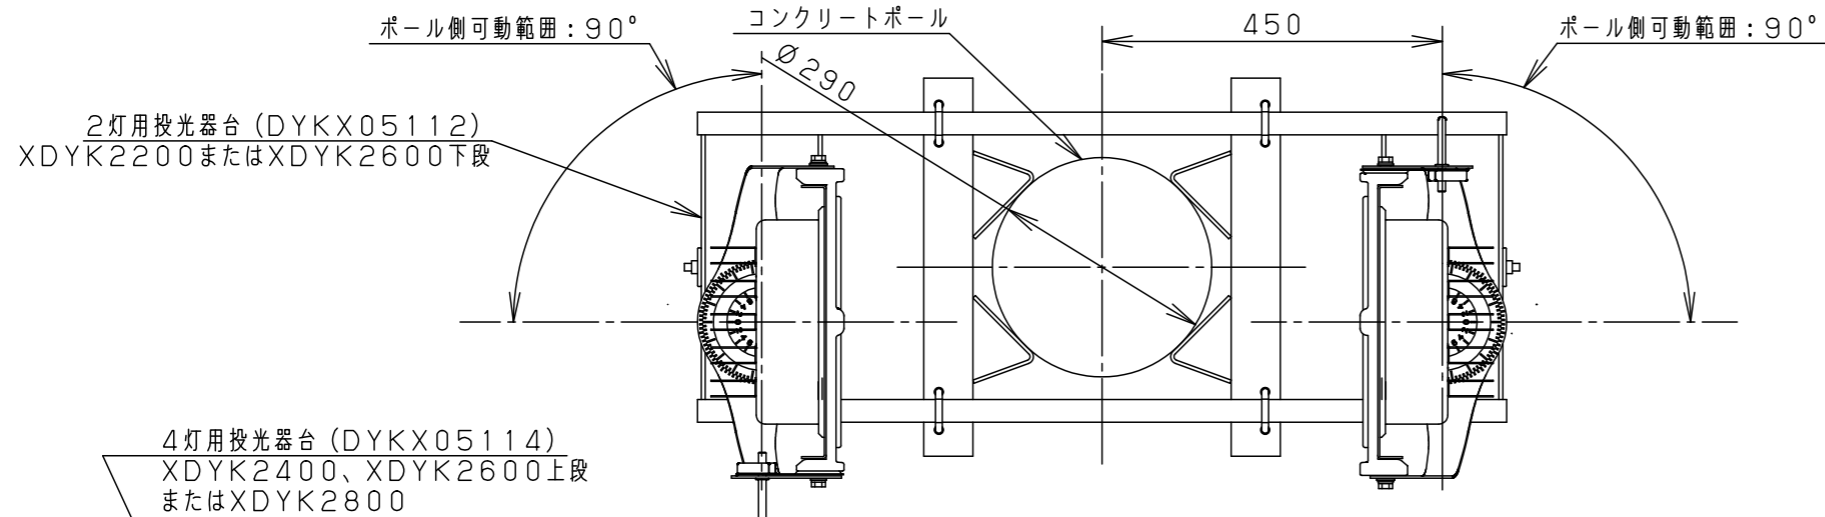

図1. 2灯用投光器台 (DYKX05112) に取付時の注意事項
- 水平面・壁面（上下）・傾斜面及び天井面に取り付け可能です。但し、壁面（上下）・傾斜面取り付けの場合、横向き設置はしない。（図1参照）屋外の雨がかかるところで使用する時は、フィルタ側を水平上向きに設置しない。浸水による感電・火災の原因となります。（フィルタ位置は図2参照）